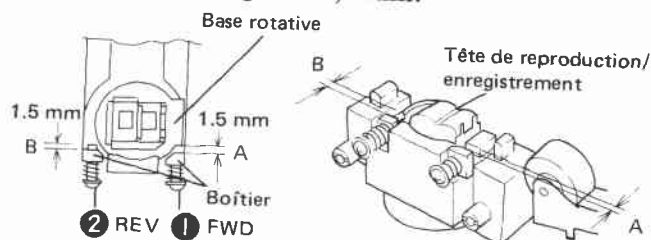

Fig. 11-2 Niveau de réglage de l'azimut
2. Régler la vis d'azimut ① en utilisant un tournevis (-) comme indiqué sur la Fig. 11-2, 3 afin que la distance (B) entre le boîtier et la base rotative soit égale à 1,5 mm.
4. Régler la vis d'azimut ② en utilisant un tournevis (-) comme indiqué sur la Fig. 11-2, 3 afin que la distance (B) entre le boîtier et la base rotative soit égale à 1,5 mm.